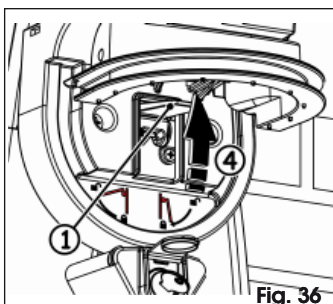

Fig. 36
3. Tire de la palanca de desbloqueo hasta el tope, Fig. 36 ref. ①.